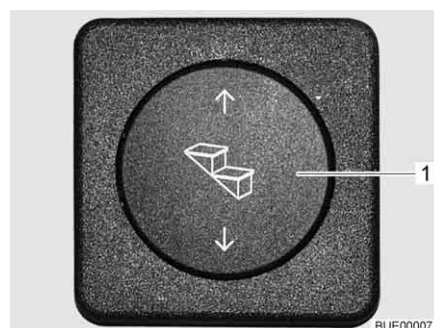

Fig. 8 Pulsante per il comando dello scalino di ingresso
- Premere in basso il pulsante basculante (Fig. 8,1) e tenerlo premuto (almeno 3 secondi), fino a che lo scalino di ingresso è stato completamente estratto.
- Premere in alto il pulsante basculante (Fig. 8,1) fino a che lo scalino di ingresso è completamente inserito.